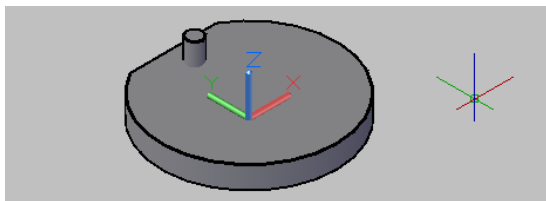

图 9-94 文件中的两个实体模型
(1) 打开随书光盘“CH9”文件夹中的“BD_三维环形阵列.dwg”文件，文件中包含两个实体模型，如图 9-94 所示。